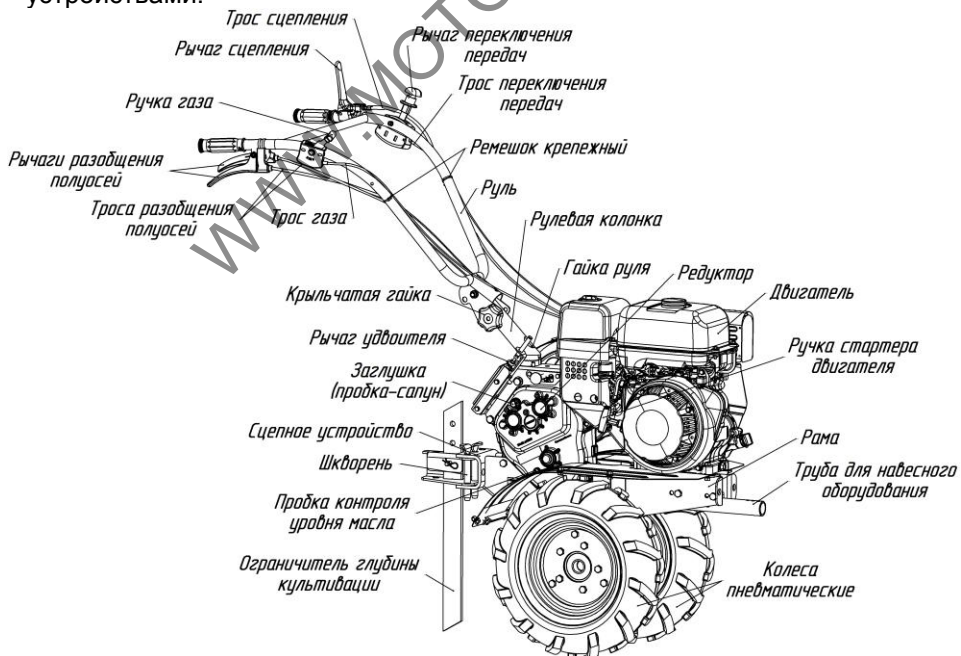

Рис.1 Мотоблок модификаций МБ23 МультиАГРО. Общий вид (вид справа)
МБ23 МультиАГРО (рис.1, 2) – это одноосный универсальный силовой агрегат, предназначенный для работы как с устройствами, входящими в штатную комплектацию, так и с различными сменными орудиями, и состоящий из:
**Рычаг переключения передач** (рис.1) расположен на левой рукоятке
**Рычаг сцепления** (рис.1) – расположен на левой рукоятке руля, предназначен для включения/выключения сцепления.
**Ручка газа** (рис.1) – расположена на правой рукоятке руля. Перемещение ручки от себя – увеличение оборотов двигателя; на себя – снижение оборотов и остановка двигателя.